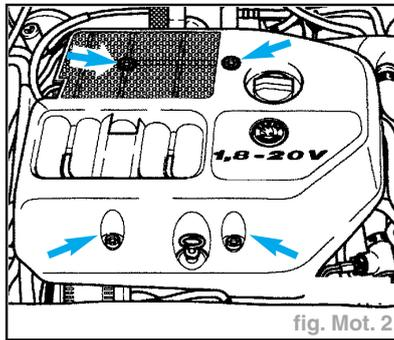

fig. Mot. 2
- Déposer le cache du haut moteur (flèches) (fig. Mot. 2).